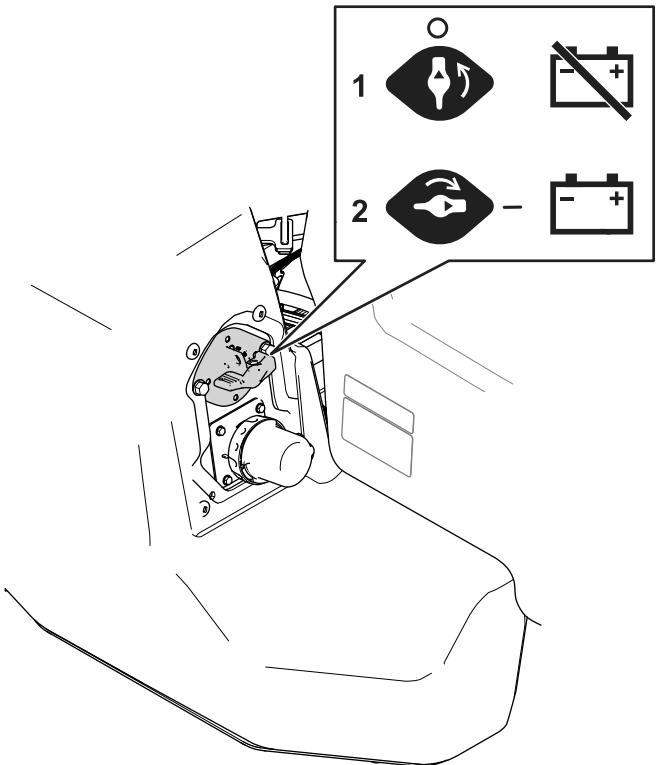

Figure 46
2. Tournez le coupe-batterie à la position voulue, comme montré à la Figure 46.